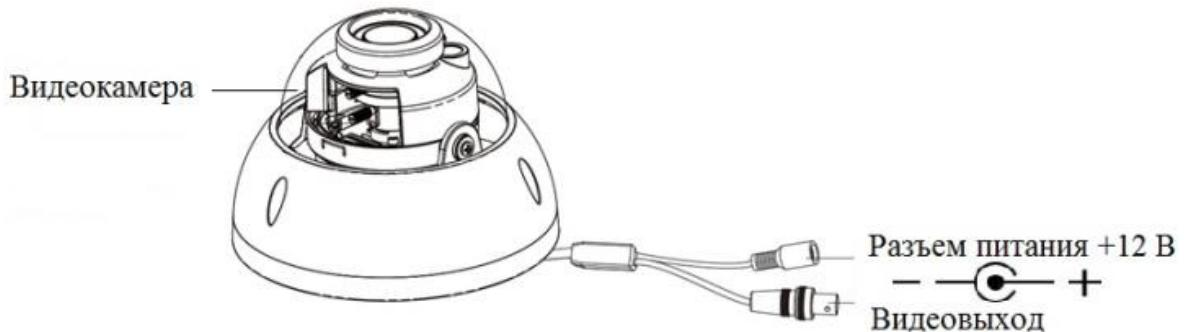

Рисунок 5.2
5.5 Снимите корпус с устройства и подключите соединительные провода (разъемы) в соответствии со схемой внешних подключений (рис. 5.2) и соблюдением полярности. Неверное соединение может привести к повреждению и/или неправильному функционированию оборудования.